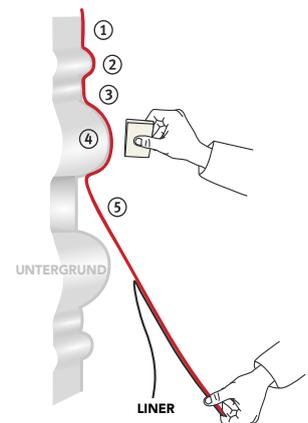

Abbildung 07
- Der Liner ist nach und nach abzuziehen. Die Folie muss dabei nach unten hin gespannt sein. (Abb. 07)
- Beginnen Sie mit der Vertiefung ①, dann mit der Erhebung ②, bis hin zur nächsten Vertiefung ③.
- Anschließend ist der darauffolgende erhabene Bereich anzubringen ④. Auf diese Weise kann nun bis zur vollständigen Folienverklebung fortgefahren werden ⑤.